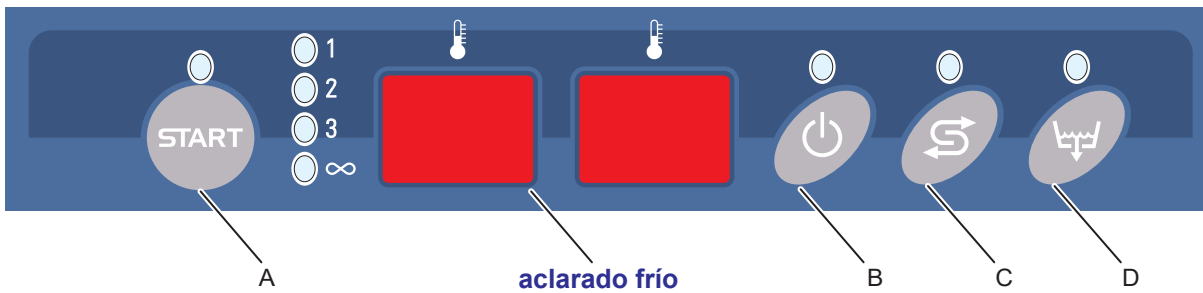

fig. 10
- Abra el grifo de entrada de agua, conecte el interruptor general de pared y encienda la máquina pulsando la tecla **B** (ver fig. 10). El testigo verde se enciende. Unos segundos después comienza a llenarse la cuba.
- Seleccione el ciclo de lavado **1, 2, 3, ∞** con la tecla **A** (ver fig. 10); presione la tecla durante más de 5 segundos y suéltela cuando se encienda el testigo del ciclo deseado. El testigo verde se enciende en correspondencia con el ciclo seleccionado **1, 2, 3, ∞**.
- Presione la tecla **A** durante no más de 1 segundo para iniciar el ciclo (ver fig. 10). El arranque se indica con el parpadeo del testigo del tipo de ciclo seleccionado. Al final del ciclo, el testigo queda encendido con luz fija y en pantalla aparece la indicación **END**.
Nota: la máquina no acepta otros ciclos hasta que se abre la puerta o se pulsa dos veces la tecla **A** (ver fig. 10).